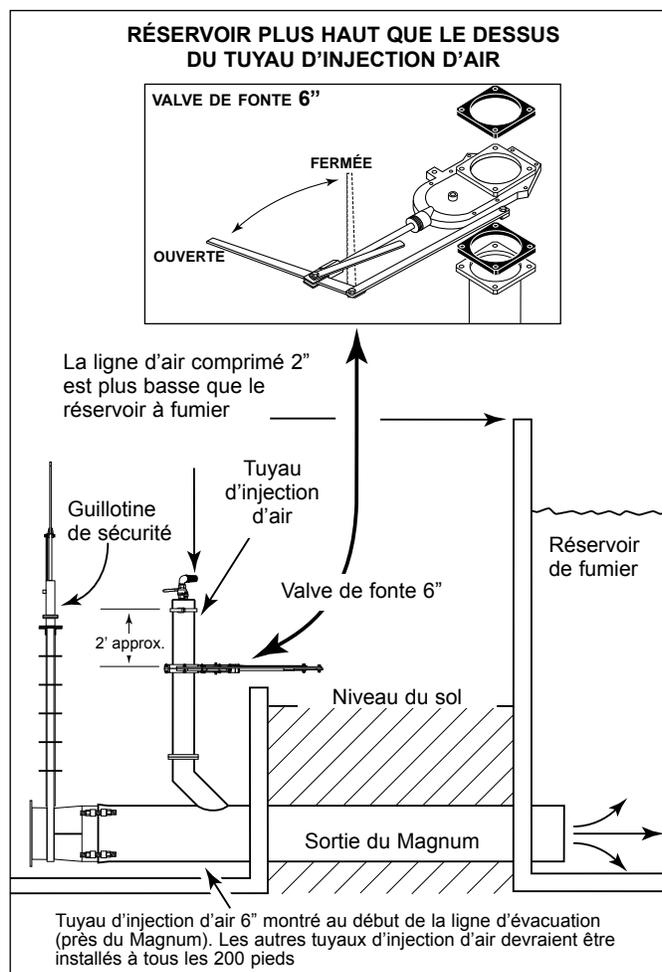

Fig.6
Quand le réservoir de fumier est plus haut que le dessus du tuyau d'injection d'air, il est obligatoire d'installer une valve de fonte 6" pour empêcher le liquide de revenir et de s'échapper du tuyau d'injection d'air une fois le bouchon 6" retiré -fig.6.
3. Fermer la valve de fonte 6" -fig.6;
10. Ouvrir la valve de fonte 6" -fig.6;
13. Fermer la valve de fonte 6" -fig.6;